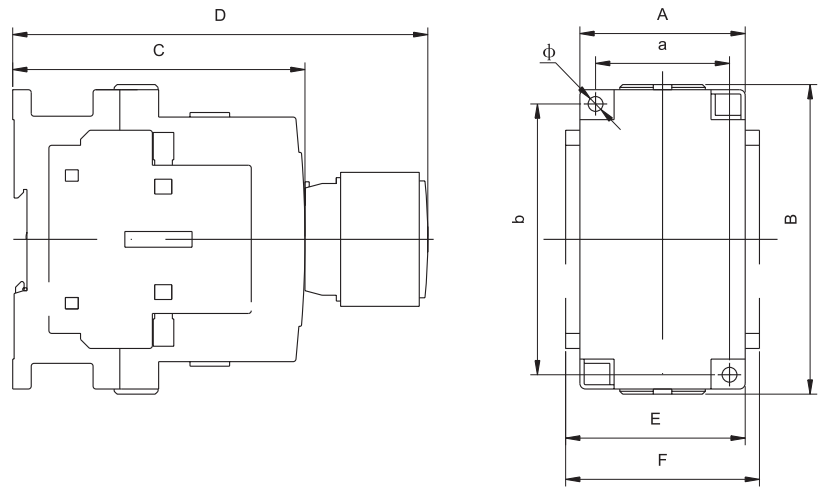

图 1 RDC67-6.3 ~ 110A
7.1 RDC67-6.3 ~ 110A外形尺寸及安装尺寸见图1和表3。